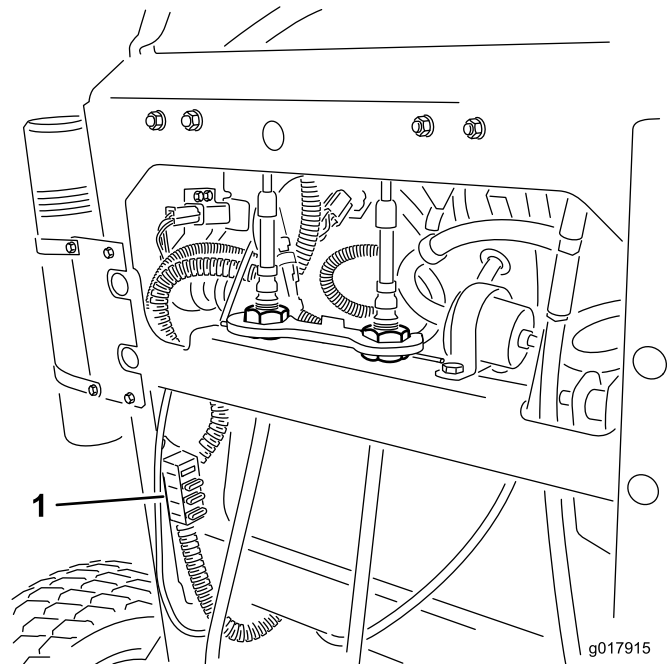

Figure 55
2. Tirez le fusible pour le sortir ou le remplacer (Figure 55).
Remarque: Veillez à utiliser un fusible du bon calibre (Figure 55).